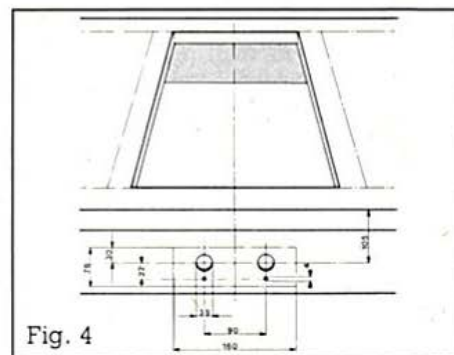

Fig. 4
1. Con la ayuda de una plantilla y observando las indicaciones de la fig. 4, realice, en el frontal de mueble inferior, dos orificios de $\varnothing 35$ mm para la inserción de los mandos, y otros dos de $\varnothing 4$ mm y 3 mm de profundidad para fijar los discos transparentes (espesor del panel horizontal 5 cm máximo. En caso contrario deberá alargar hacia abajo la cota de 105 mm).